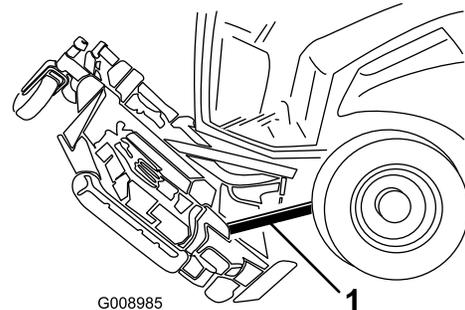

Figura 135
6. Introduzca un bloque de madera entre el borde trasero de la carcasa y la máquina (Figura 135).